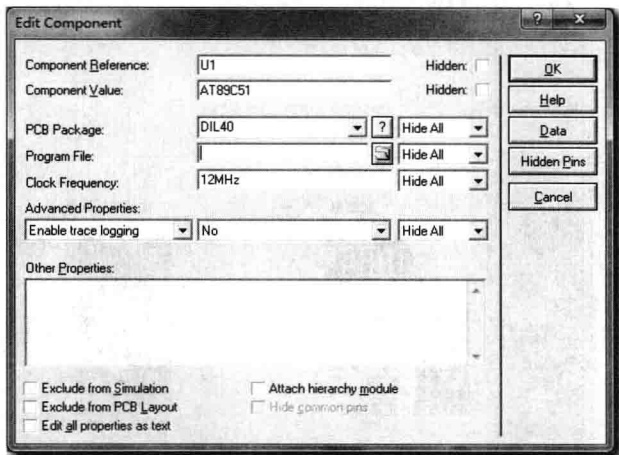

图 1.26 编辑元器件属性对话框
(9) 调试运行。双击 AT89C51 芯片，弹出编辑元器件属性对话框，如图 1.26 所示。
单击 Program File 所在行的 按钮，打开查找对话框，找到之前 Keil 生成的 HEX 文件(本例中为 ceshi.hex)，将其选中后单击“确定”按钮，此时再单击图 1.26 中的 OK 按钮，即相当于将程序烧录到单片机中了。